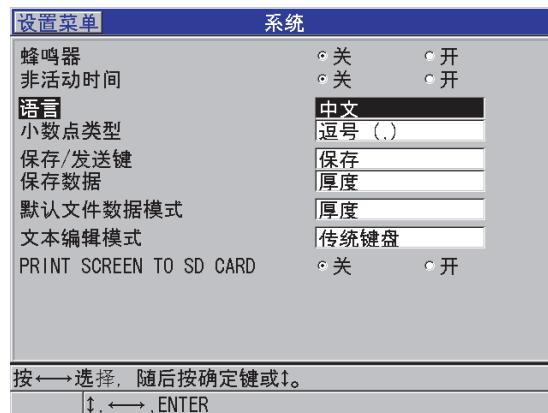

图 4-1 选择用户界面语言
3. 在**系统**屏幕中（参见第 46 页的图 4-1）：